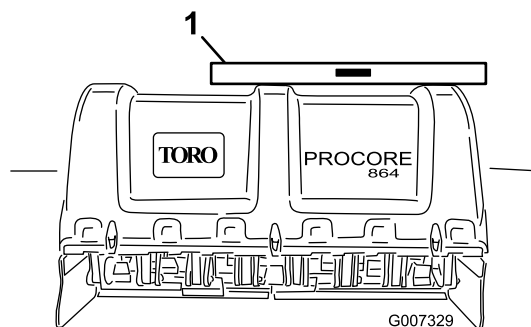

Figure 12
2. Placez le niveau en haut du châssis de l'aérateur pour vérifier l'horizontalité transversale (Figure 12).